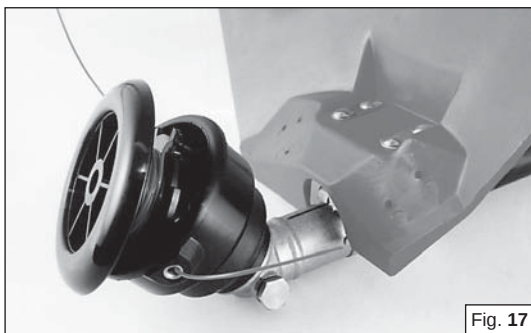

Fig. 17
- 3 - Завершив обмотку провода, зафиксировать его в специальных прорезях, как показано на Рис.16B. Установить пружину. Пропустить провод через отверстия (Рис.17-стр.28), вытянуть его наружу и отпустить. Закрепить головку крышкой.